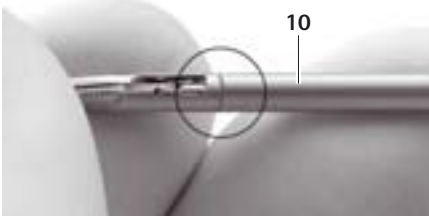

Fig. 7
- S'assurer que le tube extérieur 10 est poussé jusqu'à la butée au-dessus du tube intérieur 9 avec l'insert de travail 7, voir Fig. 7.